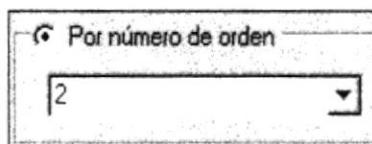

Figura 9.43. Consulta por número de orden.
2. Si el usuario desea hacer una consulta por número de orden haga click en la opción que dice *Por número de orden*, luego haga click en  para seleccionar de la lista el número de orden que desee consultar (Ver Figura. 9.43).